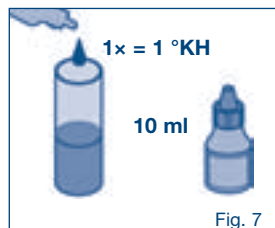

Fig. 7
1. Pode determinar a dureza da água consultando o fornecedor de água ou através de um teste rápido (teste de gotas, fig. 7). Com base na dureza da água e no intuito de utilização, pode seleccionar o ajuste do bypass e consultar a capacidade normal do filtro nas tabelas 1-3 no capítulo 10.